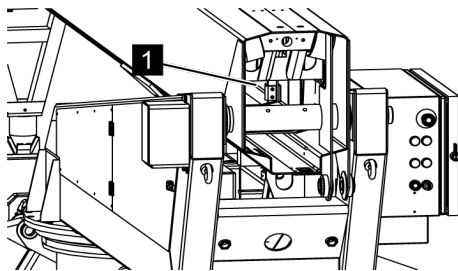

Fig. 146: Nettoyer l'intérieur
3. ➤ Enlever à la main ou p. ex. à l'air comprimé, les saletés à l'intérieur du bras télescopique (Voir la Fig. 146/1).